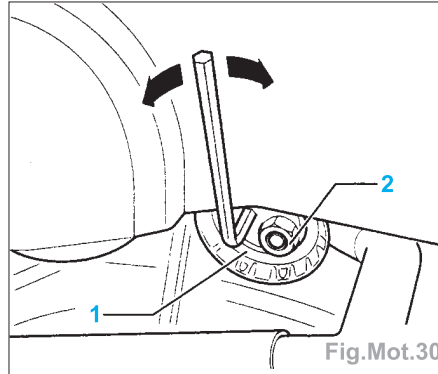

Fig.Mot.30
- Desserrer l'écrou de fixation (**2**) du galet-inverseur (**1**) (Fig.Mot.30).